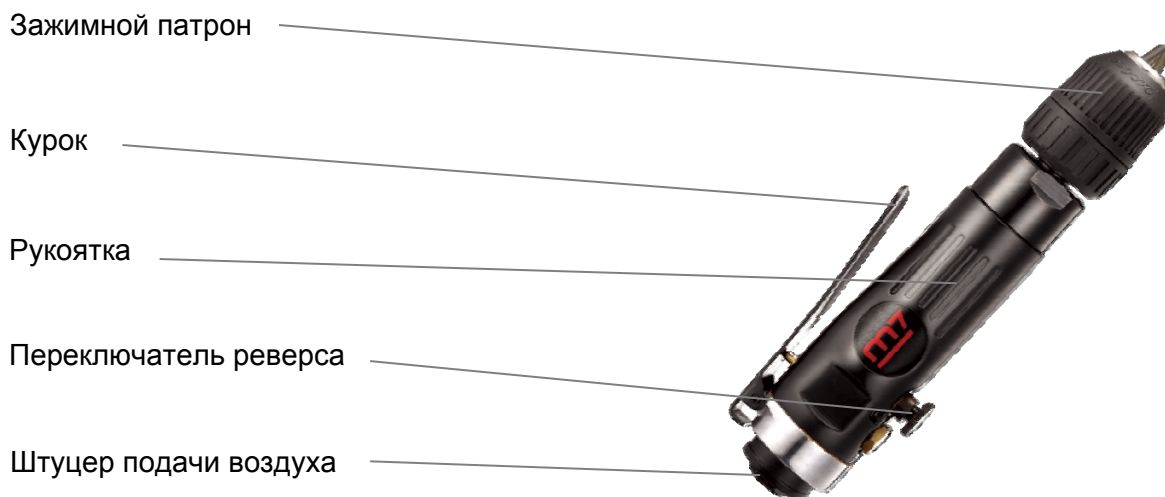

Рис. 1
- Управление дрелью пневматической осуществляется с использованием курка (Рис. 1), который находится под указательным пальцем.